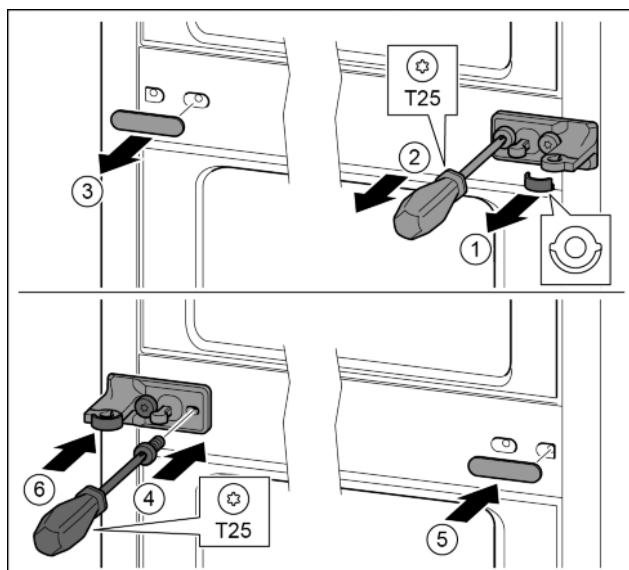

Fig. 32
- ▶ Zdjąć podkładkę. Fig. 32 (1)
- ▶ Śruby wykręcić przy pomocy śrubokręta T25. Fig. 32 (2)
- ▶ Ostrożnie zdjąć osłonę. Fig. 32 (3)
- ▶ Płytkę zawiasu wraz z folią obrócić o 180° przykręcić z drugiej strony. Fig. 32 (4)
- ▶ Osłonę obrócić o 180° założyć z drugiej strony. Fig. 32 (5)
- ▶ Podkładkę wsunąć od przodu. Fig. 32 (6)